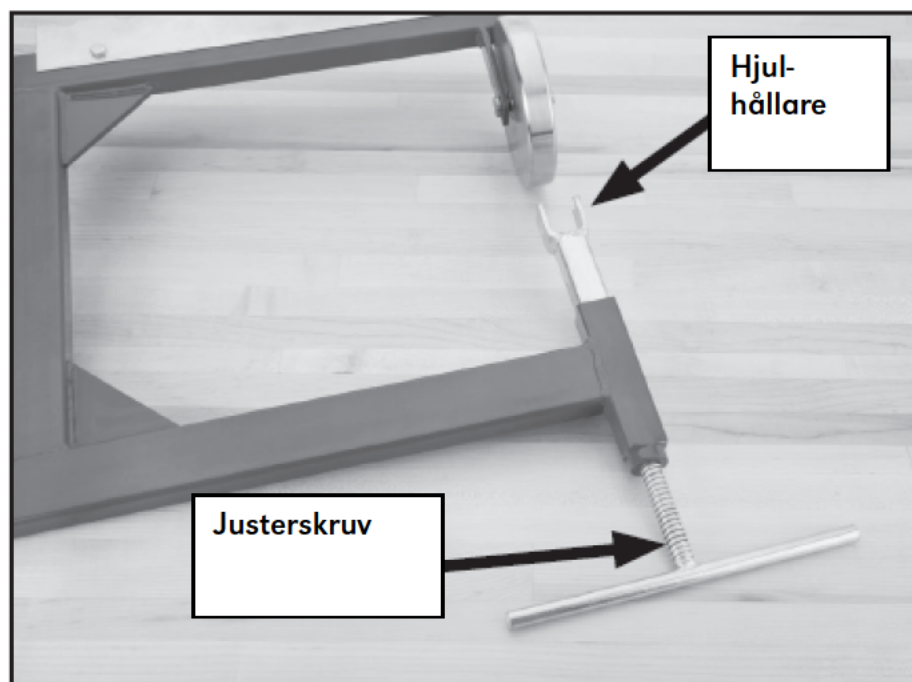

Bild 6. Nedre hjul med justerskruv på plats.
3. Lägg ner ramen plant och för in det nedre hjulets justerskruv i ramen mitt emot hjulhållaren (se bild 6).